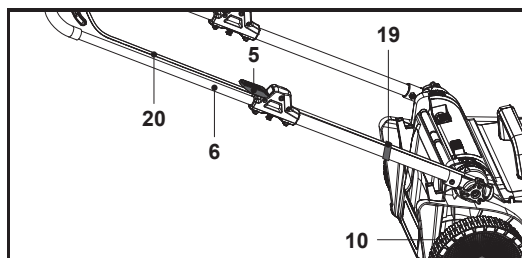

Fig. 4
9. Coloque el cable de control (20) en el sujetacables (19), el cual puede estar preinstalado debajo de la palanca de bloqueo (5) (Fig. 4).